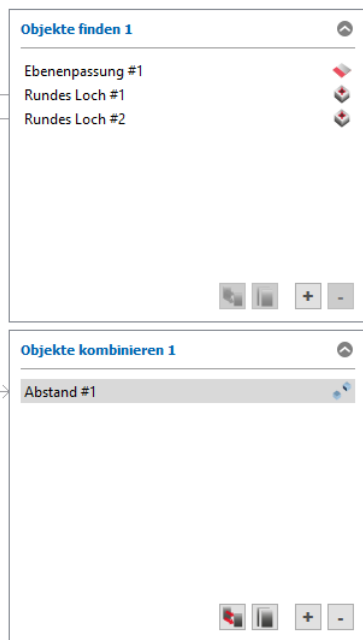

Abb. 3.50: Liste der aktiven Messprogramme (Ansicht „Auswertung“)
➤ Klicken Sie auf den Button „+“ (siehe Abb. 3.50).
- Klicken Sie auf den Button „-“ (siehe Abb. 3.50).